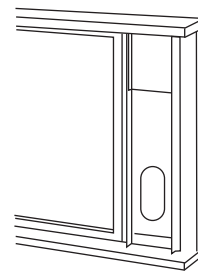

Fig. 14
3. Cortar el sello espumoso (tipo adhesivo) en la longitud correcta y ajustarlo a la parte superior de la ventana. Ver la Fig. 14.